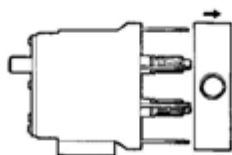

Abb.35 Pumpenkörper entnehmen
6. Entfernen Sie den Pumpenkörper, indem Sie ihn gerade von den Bolzen ziehen (Abb.35). Verwenden Sie ggf. einen weichen Hammer zur Unterstützung.